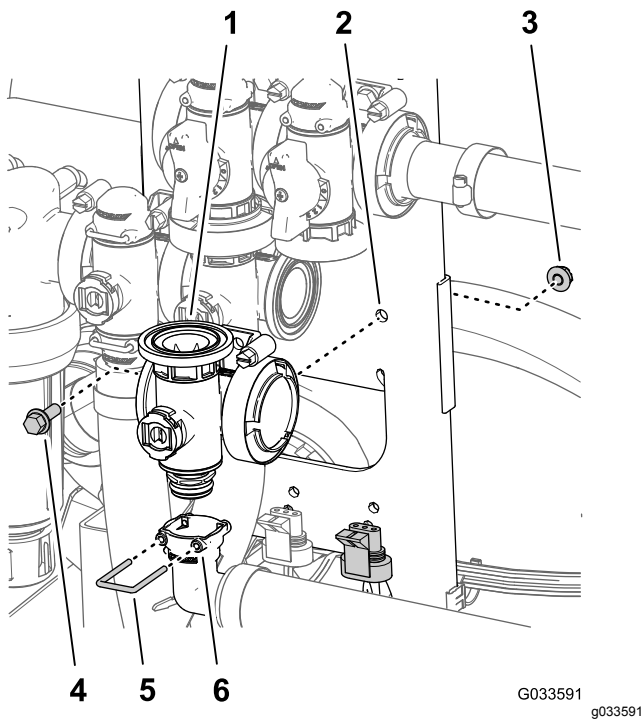

Figura 115
5. Allineate la presa del raccordo di uscita a 90° sul raccordo del connettore nella parte inferiore del collettore per la valvola principale delle barre (Figura 115).
- Fissate il raccordo del connettore del raccordo di uscita inserendo un fermo nella presa del raccordo di uscita (Figura 115).